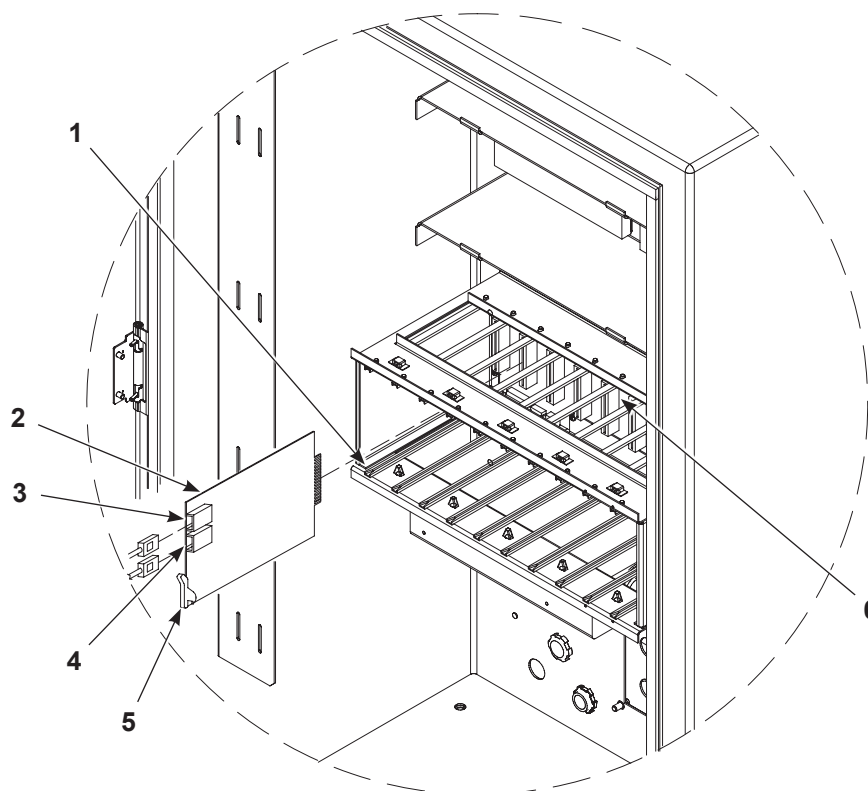

Figura 5-2 Sustitución de la tarjeta para el control de pistola
Ver la Figura 5-2. Las tarjetas para el control de pistolas (2) están instaladas en la caja para tarjetas de izquierda a derecha. Cada tarjeta controla dos pistolas: el receptáculo inferior es el número impar de pistola; el receptáculo superior es el número par de pistola.